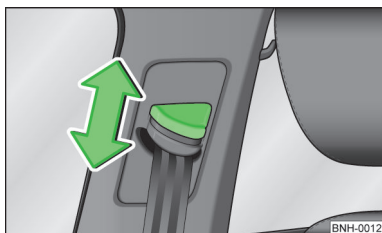

Abb. 118
- Den Umlenkbeschlag drücken und in die gewünschte Richtung nach oben oder unten schieben » Abb. 118.